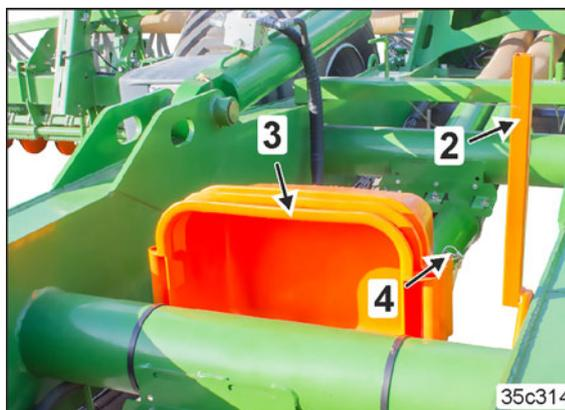

Fig. 65
Les augets d'étalonnage sont insérés les uns dans les autres quand ils ne sont pas utilisés et fixés dans un support de transport à l'aide d'une goupille d'arrêt (Fig. 65/4).
- Condor 15001-C (Fig. 65/3)
- Condor 15001-C (Fig. 65/2)